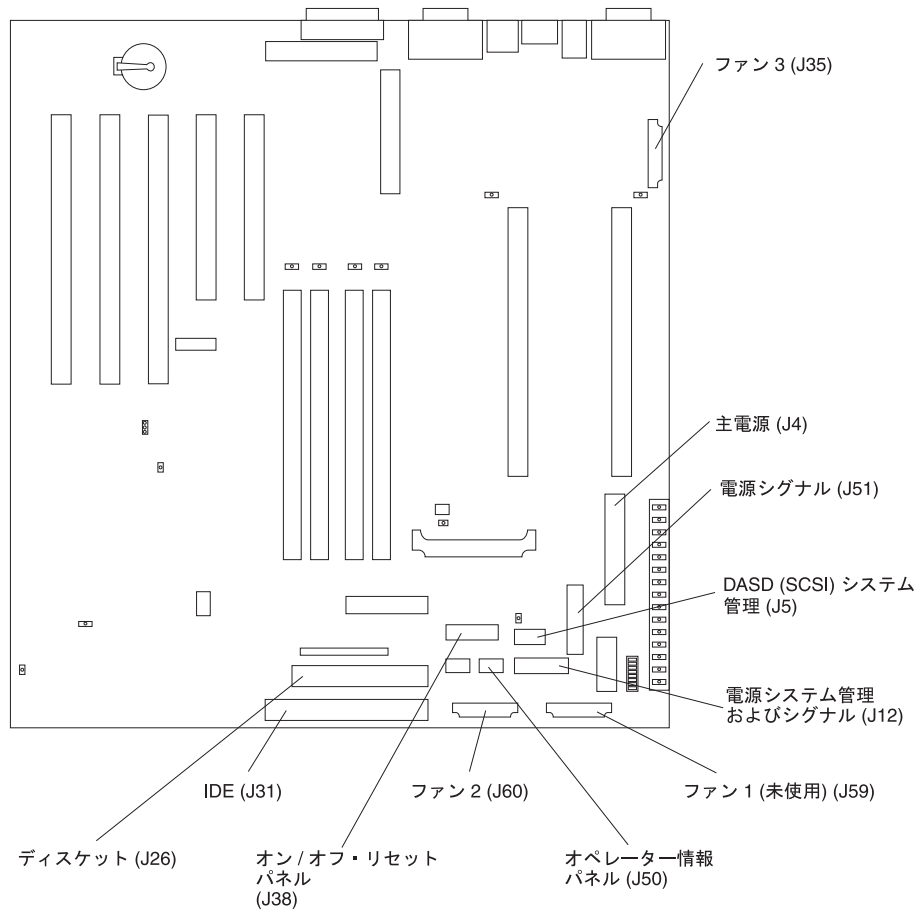

図8. システム・ボード内部ケーブル・コネクタ
**内部ケーブル:** 図8は、内部ケーブル用のシステム・ボード・コネクタを示しています。